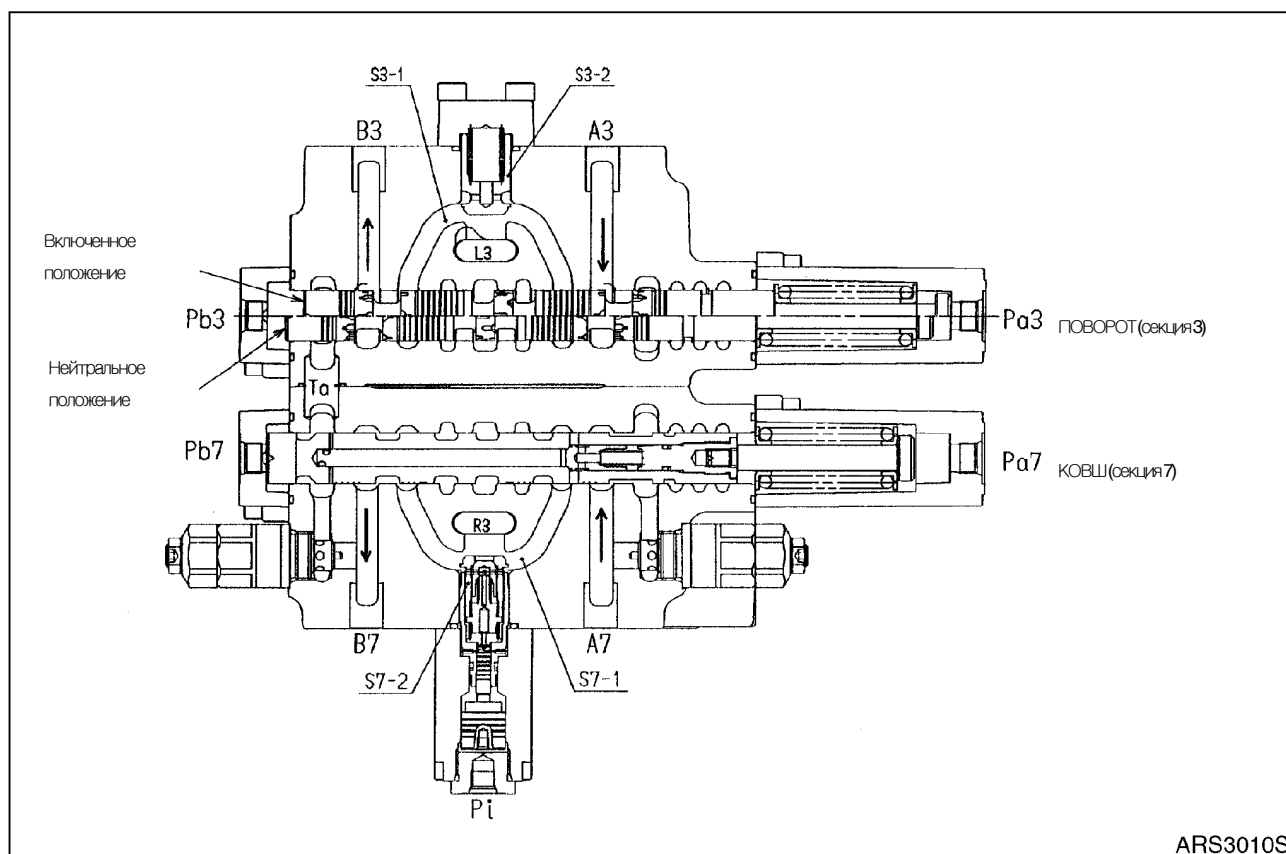

Рис. 5
1. При переключении золотника поворота увеличением давления в управляющем порту хода **Pb3 (Pa3)** (секция 3, рис. 5) нейтральный канал **L1** закрыт. Масло, подаваемое в порт (**P1**), течет через параллельный канал (**L3**), запорный клапан груза (**S3 – 2**), канал (**S3 – 1**), золотник и в порт (**B3 (A3)**). Возвратное масло течет через порт (**A3 (B3)**) к золотнику и возвращается в канал гидробака (**Ta**).
При переключении золотника ковша увеличением давления в управляющем порту **Pb2 (Pa2)** ковша (секция 7, рис. 5) нейтральный канал **R1** закрыт. Масло, подаваемое в порту (**P2**), течет через параллельный канал (**R3**), запорный клапан груза (**S7 – 2**), канал (**S7 – 1**), золотник и в порт (**B7**). Масло возвращается через порт (**A7**) и золотник в канал бака (**Ta**).